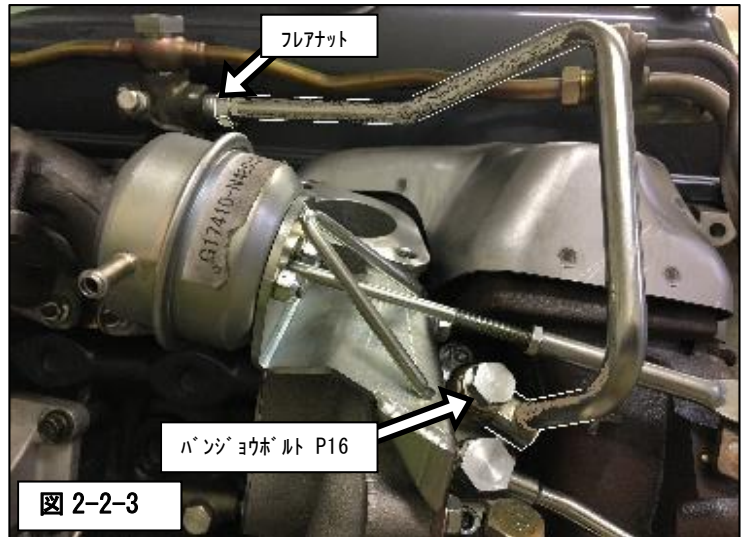

図 2-2-3
(9) パイプウォーターラインをパイプオイルインレットと純正のウォーターコネクタに接続します。図 2-2-3 を参考にフロント及びリアのパイプを選択してください。
(10) リア側ターボのアダプターターボウォーターラインにパイプターボウォーターラインリアをバンジョウボルトで仮締めしてください。(図 2-2-3)